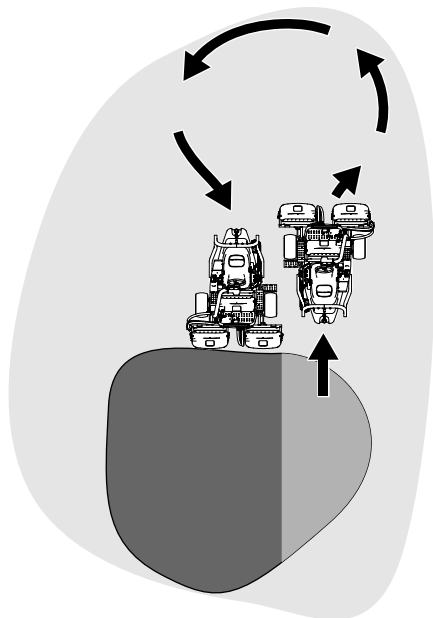

Figura 22
6. Pentru a reduce timpul de operare și pentru a ușura alinierea pentru trecerea următoare, virati mașina în direcție opusă, apoi virati-o în direcția porțiunii netăiate. Această mișcare este un viraj în formă de lacrimă (Figura 22), care aliniaza rapid mașina pentru trecerea următoare.